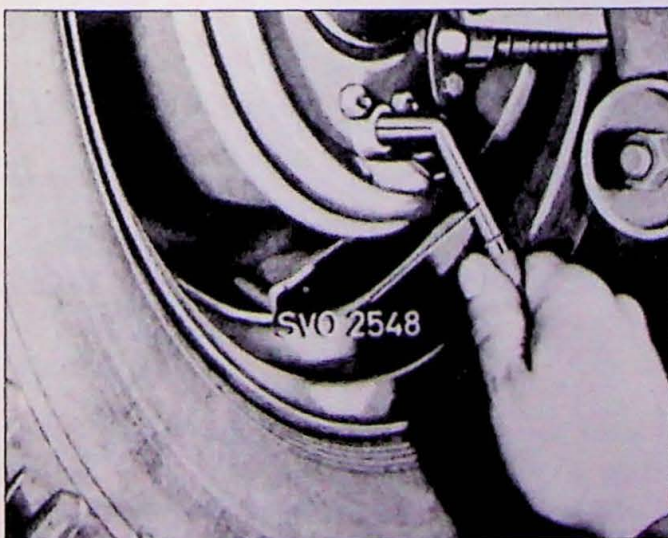

Fig. 11.13. Afstellen van de rem
2. Draai het wiel en draai ondertussen de stelbout rechtsom met behulp van sleutel SVO 2548 (Fig. 11.13). Als het wiel nog net iets "schurend" kan worden rondgedraaid met één hand, is de basisafstelling bereikt. Hierna de stelbout iets terug draaien en controleren of het wiel nu vrij rond kan draaien.